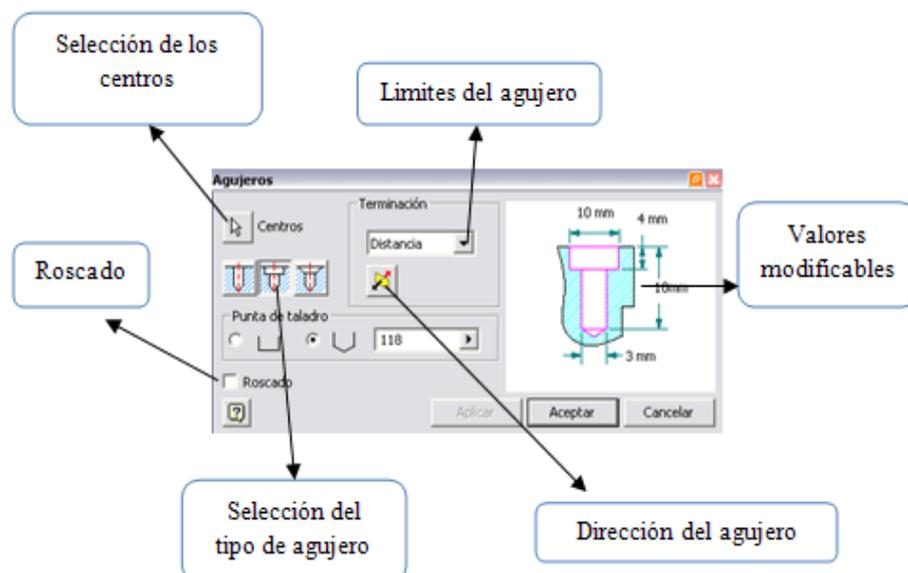

Figura 31. Ventana del comando para agujeros.
4.3. Agujero. Representado mediante la figura  **Agujero**. Con esta herramienta se realiza agujeros en los elementos sólidos. Los puntos utilizados como los centros de los agujeros deberán estar contenidos en un boceto. Ver la ventana de diálogo de la herramienta agujero en la figura 31.